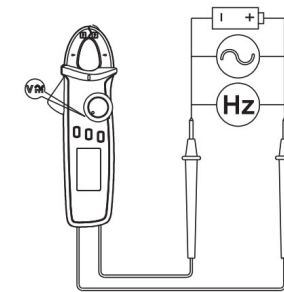

Figura 2
1. Medición de Tensión alterna / Frecuencia / Tensión Continua (Figura 2)
- Conecte las puntas en paralelo con el circuito a medir (Figura 2).